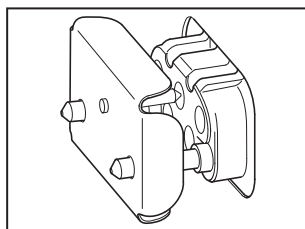

Fig. 1
- Deixe a placa de indução arrefecer antes de a retirar caso necessite de limpeza. Quando retirar a placa de indução do forno, certifique-se de que usa a tampa fornecida para evitar que entre sujidade no tomada elétrica (Fig.1).